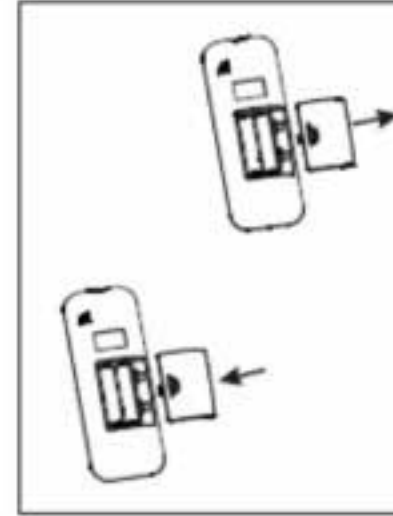

Рис. 29
1. Снимите крышку отсека элементов питания, как показано на рис. 29.